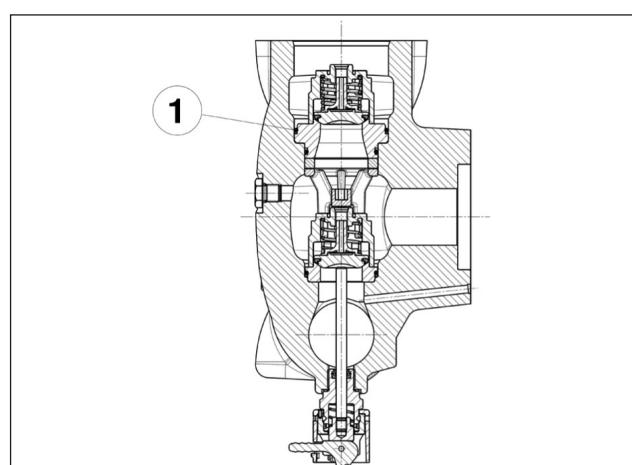

Fig. 122
Prestare particolare attenzione all'inserimento dell'O-ring indicato in pos. ①, Fig. 122.